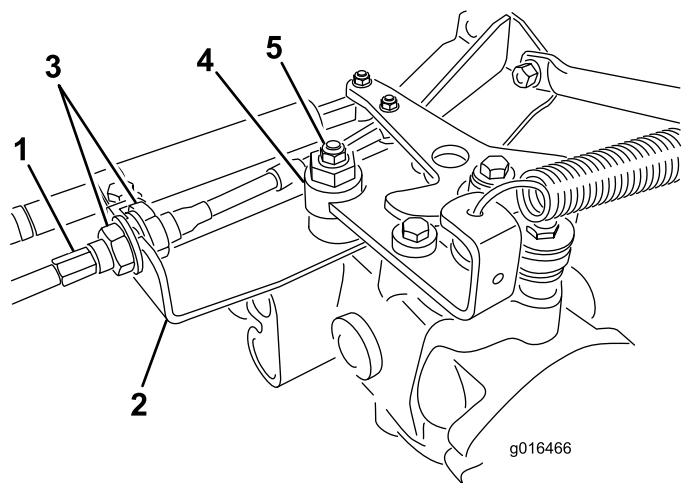

Figura 46
- A. Liberte as porcas de bloqueio que fixam o cabo de controlo de tração ao anteparo do hidróstato (Figura 46). Certifique-se de que as porcas de bloqueio se encontram soltas de forma idêntica e o suficiente, de modo a permitir a operação de ajuste.
Nota: Liberte a porca que fixa o disco excêntrico ao cimo do hidróstato (Figura 46).
- E. Quando a roda deixar de rodar, aperte a porca, bloqueando deste modo o disco excêntrico e fixando a posição de ajuste (Figura 46).
- G. Aperte uniformemente as porcas que se encontram em cada um dos lados do anteparo, fixando deste modo o cabo de tração ao anteparo (Figura 46). Não rode o cabo.